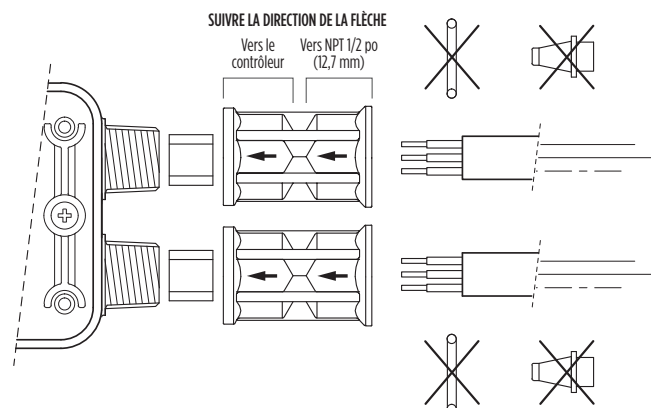
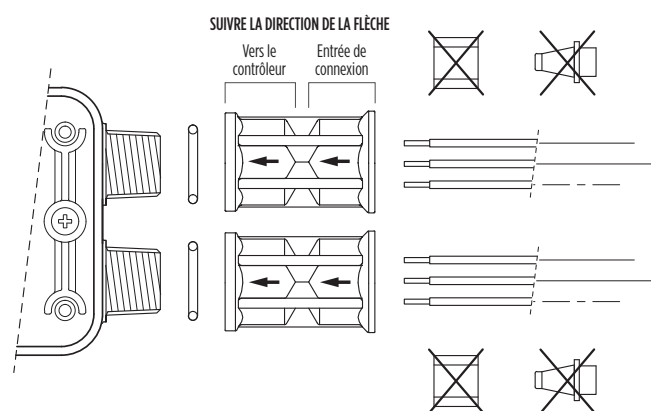

Figure 7
Figure 8
5. Dans le cas d'une installation dans un environnement humide, des câbles étanches aux liquides (figure 7) ou un raccord de conduit flexible (figure 8) sont requis (mais non fournis), pour s'assurer que le boîtier maintient une étanchéité aux liquides de type 4. Installez les câbles étanches aux liquides ou le raccord de conduit flexible dans les écrous du conduit en avant des connecteurs d'alimentation et du moteur (figures 7 et 8).
⚠ AVERTISSEMENT Des câbles étanches aux liquides ou des raccords et des conduits flexibles doivent être utilisés pour maintenir la catégorie de type 4 (figures 7 et 8). Si vous utilisez des câbles à l'épreuve de l'eau pour acheminer le fil électrique à la pompe (figure 7), serrez le connecteur de conduit/câble fourni à un couple de 106 po-lb (13 Nm).
Si vous utilisez un raccord de conduit flexible pour acheminer le fil électrique à la pompe (figure 8), serrez le connecteur de conduit/câble fourni à un couple de 106 po-lb (13 Nm) en compressant le joint torique contre le boîtier extérieur du contrôle de débit.
REMARQUE Les composants marqués d'un X dans les figures 7 et 8 ne sont pas utilisés pour cette installation particulière.